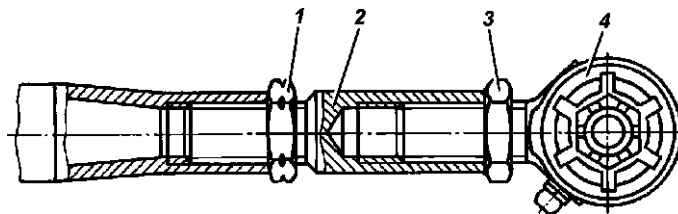

Рис. 12.6. Тяга рулевой трапеции:
4. Закрепите тягу в тисках, отверните стопорные гайки 1 (рис. 12.6) и 3 и выверните наконечники 4 и регулировочный штуцер 2.